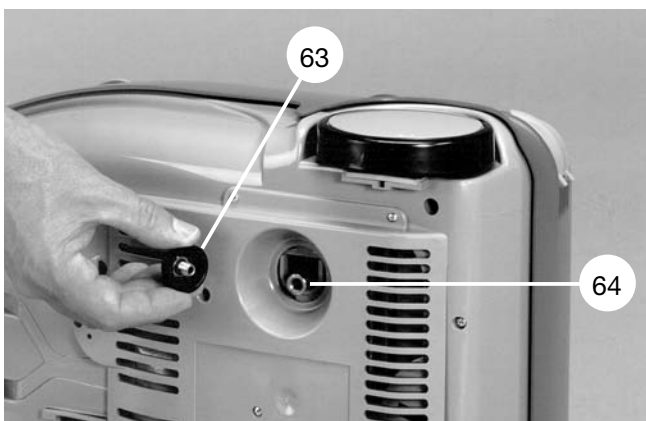

Bild 41
- 14.3.4 Ablassschraube 63 an der Geräteunterseite her- ausdrehen. (Bild 41).
- 14.4.4 Ablassschraube 63 an der Geräteunterseite her- ausdrehen (Bild 41).